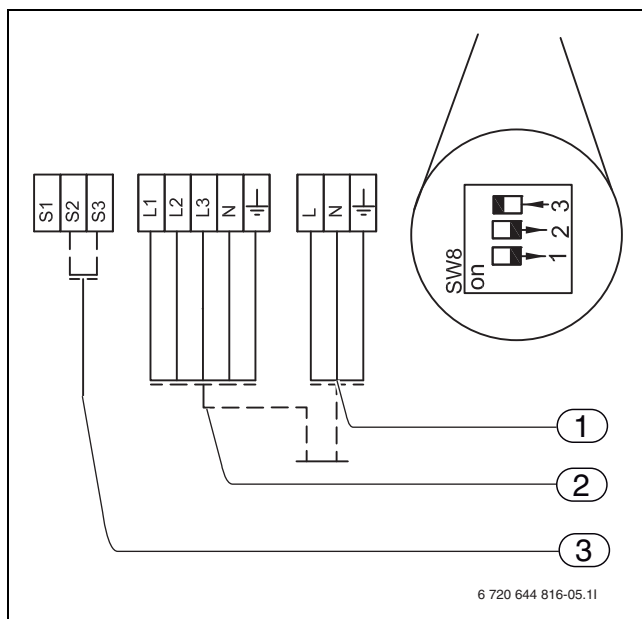

Bild 34 Anschlussbezeichnungen Wärmepumpe
WARNUNG: SW8 an der Leiterplatte der Außeneinheit muss wie folgt eingestellt sein: 3 = EIN, 2 = AUS, 1 = AUS (→ Bild 34)
- Kabel entsprechend Bild 34 anschließen, sämtliche Kabelbefestigungen nachziehen.
SW8-3 muss nach Bild 34 eingestellt sein.